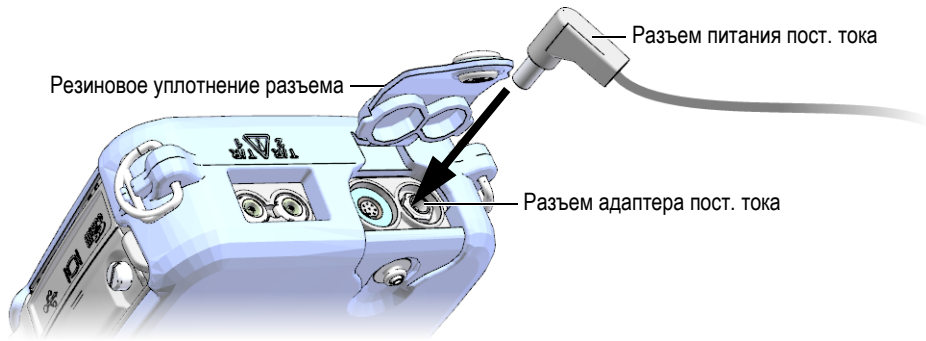

Рис. 2-3 Подключение к разъему электропитания
2. Снимите резиновое уплотнение с разъема адаптера, расположенного в верхней части прибора 38DL PLUS (см. Рис. 2-3 на стр. 39).
3. Подсоедините кабель питания постоянного тока от зарядного устройства/адаптера к разъему питания (см. Рис. 2-3 на стр. 39).